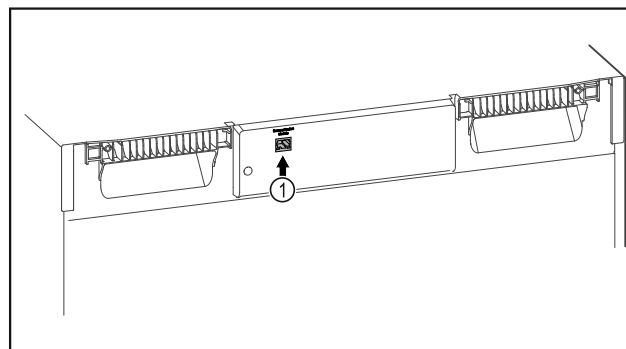

Fig. 110
- SmartModule Fig. 110 (1) is geplaatst.